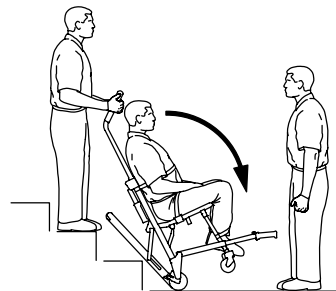

Abbildung 13 – Fuß der Treppe
10. Bediener am Fußende: Wenn die Raupe die letzte Stufe erreicht, die vorderen Griffe loslassen. Bediener am Kopfende: Den Stuhl nach vorn kippen lassen (Abbildung 13), bis alle vier Räder auf dem Boden stehen. Den Stuhl fahren (siehe *Transport des Patienten auf ebener Strecke* (Seite 14)).